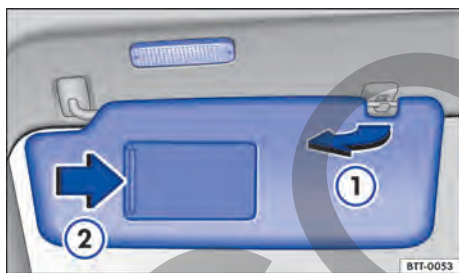

Fig. 75 Parasol.
- Desencajar del soporte y girar en la dirección de las puertas → fig. 75 ①.
En la parte posterior del parasol se encuentra un espejo de cortesía provisto de una tapa. Al abrir la cubierta → fig. 75 ② se enciende una luz.